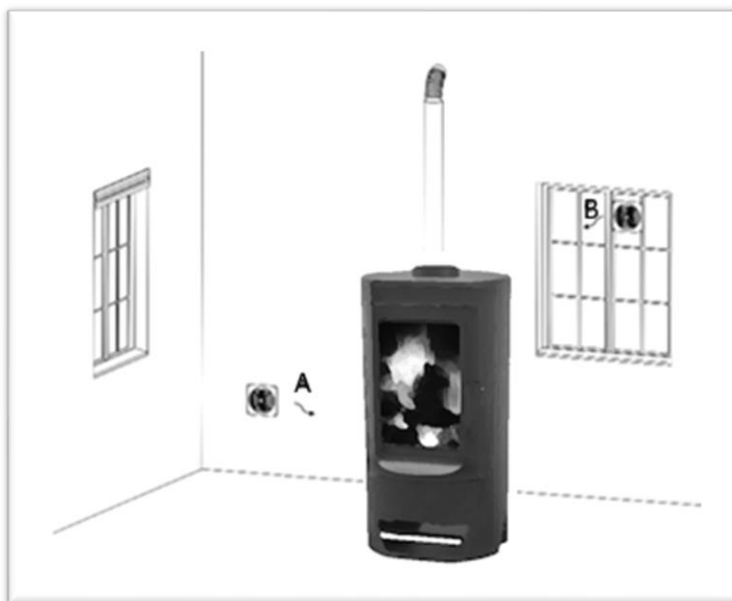

Figura 1
1. Il locale in cui è installata la stufa deve essere adeguatamente ventilato, poiché la stufa aspira la quantità d'aria necessaria sia per la combustione che per il riscaldamento. In assenza di finestre, o se finestre e porte sono ben chiuse, o se sono presenti dispositivi come una cappa aspirante, l'aria deve essere fornita dall'esterno. È possibile utilizzare griglie come quelle mostrate nella Figura 1 (A e B).